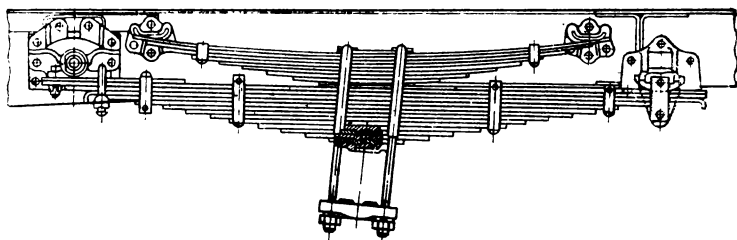

Рис. 42
X. Задняя подвеска какого автомобиля (ГАЗ-53А или ЗИЛ-130) изображена на рис. 42?